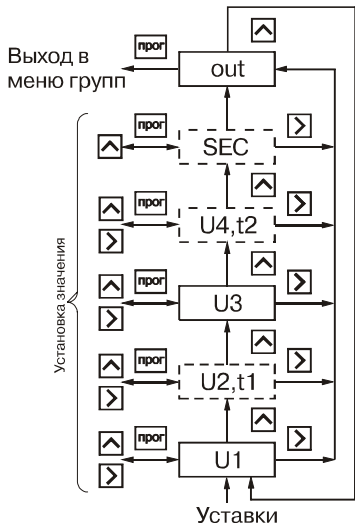

Рис. 23
6.1.6. Группа "**GrouP_A**" (рис. 23) содержит уставки логических устройств **U1**, **U2(t1)**, **U3** и **U4(t2)**. Положение десятичной точки в параметрах **U1**, **U2**, **U3** и **U4** определяется её положением в параметре **F**.